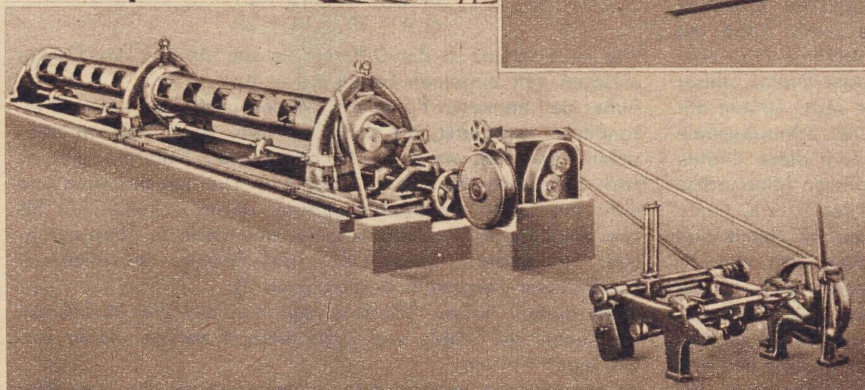

Abb. 4 12spulige Schnellverseilmaschine mit Abzug und Aufwickler
maschinen, bei denen die Spulen um die Mittelachse der Maschine umlaufen, oder Schnellverseilmaschinen, bei denen die Spulen in der Mittelachse der Maschine gelagert sind. Die Schnellverseilmaschinen werden am häufigsten für die Herstellung der Litzen und auch dünner Seile verwendet. Ihr Name ist auf die verhältnismäßig hohen Drehzahlen, mit denen diese Maschinen betrieben werden können, zurückzuführen. Je nach Ausführung des Verseilkörpers unterscheidet man Rohrmaschinen und Stangenmaschinen. Die schematische Darstellung (Abb. 3b) zeigt einen Schnitt durch eine Rohrmaschine für sechs Spulen. Eine gesamte Maschine mit Abzug und Aufwickler zeigt Abb. 4.
Doch zurück zum Bewegungsablauf der Gangpartie. Das Gangrad G übt mit seinen Zähnen, die eine eigenartige, an ein Sägeblatt erinnernde Form und schräg zur Drehkraft des Rades gelagerte Schneiden haben, eine Antriebskraft auf einen der beiden Arme des Ankers aus. Der Anker ist – allgemeinverständlich ausgedrückt – ein Schleuderhebel, der die Unruhe hin und her schleudert und der so konstruiert ist, daß er während der Bewegung der Unruhe von den äußersten Endpunkten ihrer Schwingung in der einmal angenommenen Lage blockiert wird. In der Anfangsstellung der Abbildung 3 sind die Kraftwirkungen dargestellt und man erkennt, wie das Gangrad (G) den einen Arm des in einem Drehpunkt gelagerten Ankers (A) wegzuschleudern versucht. Hierdurch wird auf der anderen Seite des Ankers der in eine Aussparung (Gabel) eingreifende Unruhebestift (S) mitgenommen und überträgt die ihm vom Gangrad zugeteilte Kraft auf die Unruhe, die nunmehr eine Drehbewegung in der gewollten Richtung ausführt (Stellung 2). Hierbei verläßt der Unruhebestift nach einer gewissen Zeit die für ihn vorgesehene Aussparung im Anker. Die sogenannten „Hörnchen“ des Ankerganges sorgen dafür, daß während der Schwingbewegung der Unruhe der Anker nicht wieder in seine alte Lage zurückkehren kann. Sobald sich nun die Bewegung der Unruhe durch die Kraft der Spirale umkehrt (Stellung 3) und zurückschwingt, greift der Unruhebestift wieder in die Aussparung ein. Die in der Unruhe aufgespeicherte Schwingkraft nimmt nun den Anker mit, löst die Hebung des Gangrades wiederum aus und erhält vom Gangrad jetzt wieder neue Kraft für die nächste Schwingung (Stellung 4). Durch die Darstellung wird ersichtlich, wie die beiden Hebel des Ankers abwechselnd die Kraft vom Gangrad auf die Unruhe übertragen. Diese sehr einfache Bauart steckt voller Geheimnisse und voller Schwierigkeiten, die sich nicht nur auf die Fabrikation, sondern auch auf die Konstruktion beziehen. Und erst dann kann von einer vollendeten Konstruktion gesprochen werden, wenn ein freier Ankergang benutzt wird. (Siehe Abbildung 4 – Steinankergang).